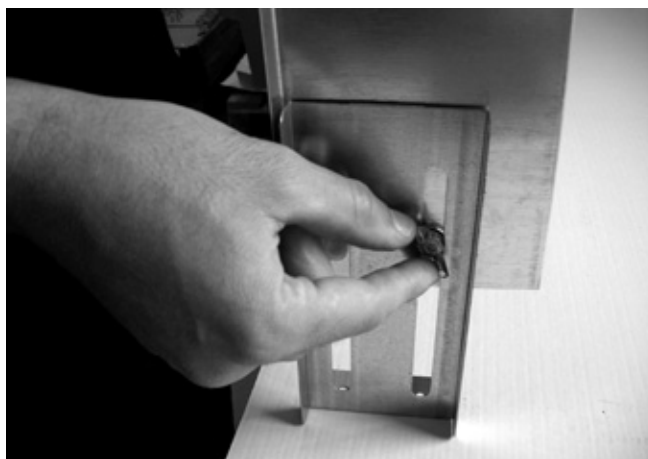
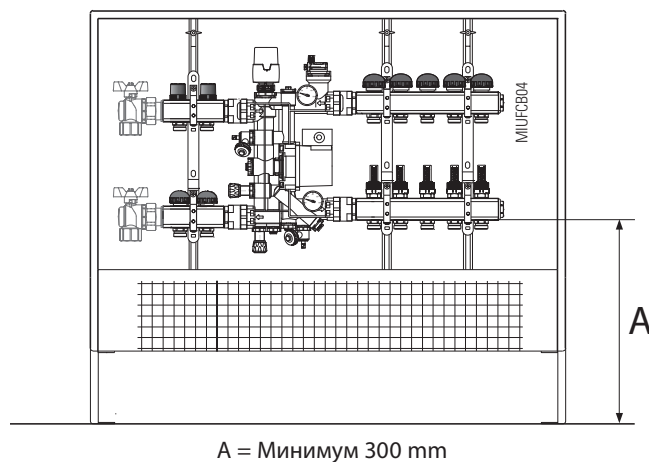

Рис. 5
Рис. 6
- Отрегулировать ножки шкафа посредством 2 блокировочных винтов (Рис. 5) таким образом, чтобы между нижними коллекторами и перекрытием существовало пространство, по меньшей мере, 30 см (Рис. 6). Таким образом будет возможно легко и правильно выполнить подключение и согнуть трубы.